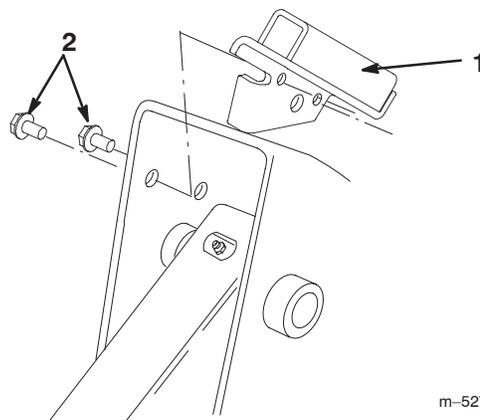

Figure 4
3. Alignez la languette sur la patte de l'écran de protection avec le bord avant du châssis, en plaçant la patte à l'intérieur du passage du bras de chargeuse (Fig. 4).
Remarque : L'écran utilise une patte droite et une patte gauche. Veillez à monter la patte correcte de chaque côté. La languette doit dépasser au bord du châssis et la patte doit être à l'intérieur du passage du bras de chargeuse, les 2 petits trous de la patte étant en face des trous que vous avez percés dans le châssis (Fig. 4).
4. Fixez la patte au châssis à l'aide de 2 vis autotaraudeuses (Fig. 4).